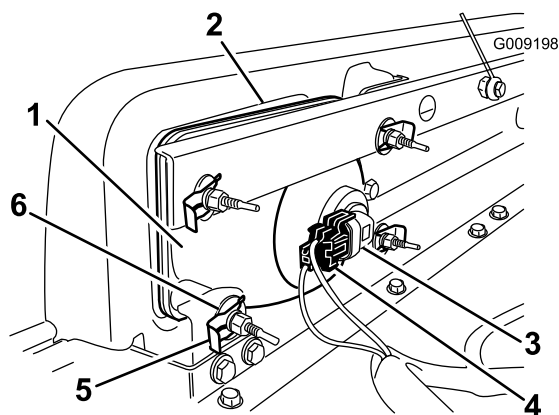

図 34
2. ヘッドライト・アセンブリ全体を前に押し出して、前バンパーから外す（図 34）。
3. 取り付け穴に新しいヘッドライトを取り付ける（図 34）。柱状の合いマーク突起がバンパー側の取り付けブラケットの穴にそろるように取り付けること。